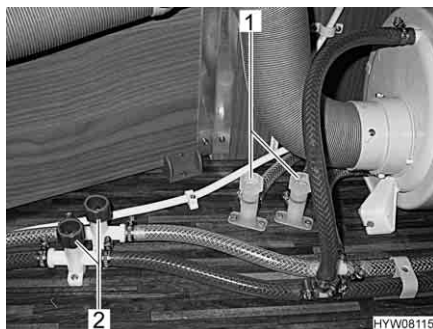
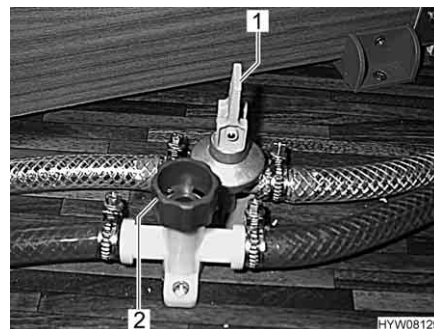

Fig. 146 Rubinetti di scarico scaldacqua
Fig. 147 Rubinetti di scarico del boiler
- Chiudere tutti i rubinetti di scarico. A tal fine ruotare i coperchi (Fig. 146,1 e 2 o Fig. 147,2) in senso orario oppure posizionare la leva a bilanciere (Fig. 147,1) in posizione orizzontale.